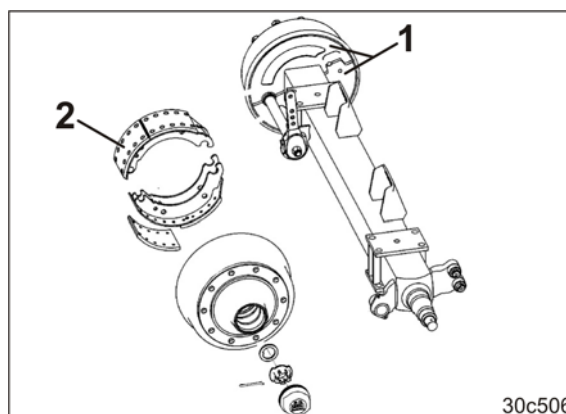

Fig. 322
1. Beide Abdeckbleche (Fig. 322/1) an der Innenseite der Bremstrommel abschrauben.
Eingedrungener Schmutz kann sich auf den Bremsbelägen (Fig. 322/2) absetzen und dadurch die Bremsleistung wesentlich verschlechtern.